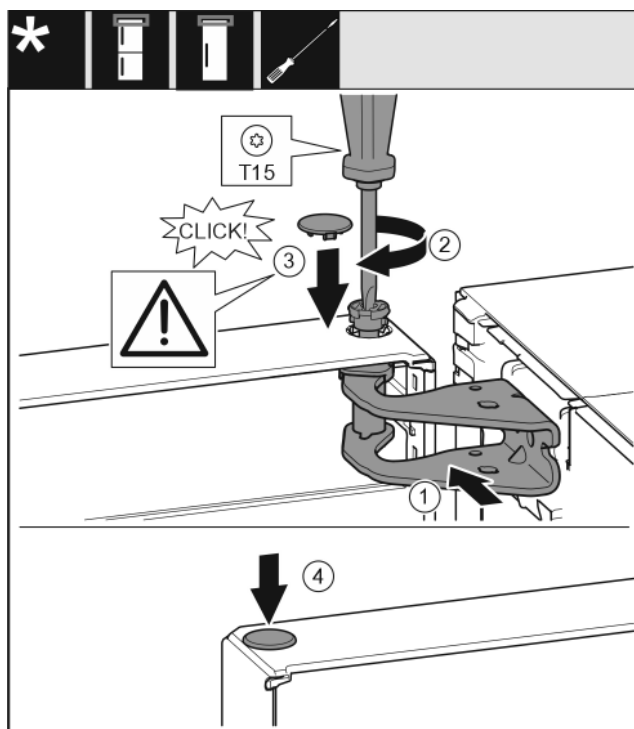

Fig. 20
- ▶ Выровняйте дверь вверх по отверстию в опорном кронштейне. Fig. 20 (1)
- ▶ Вставьте палец и затяните отверткой T15. Fig. 20 (2)
- ▶ Установите предохранительную крышку для защиты двери: Вставьте предохранительную крышку и проверьте, прилегает ли она к двери. В ином случае вставьте палец полностью. Fig. 20 (3)
- ▶ Вставьте заглушку. Fig. 20 (4)